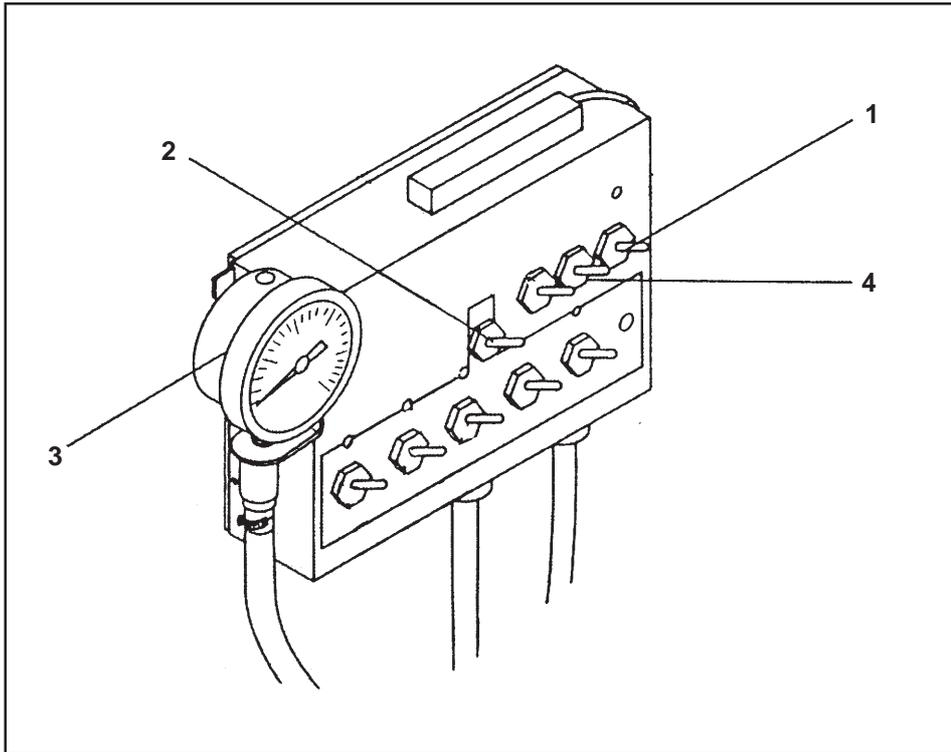
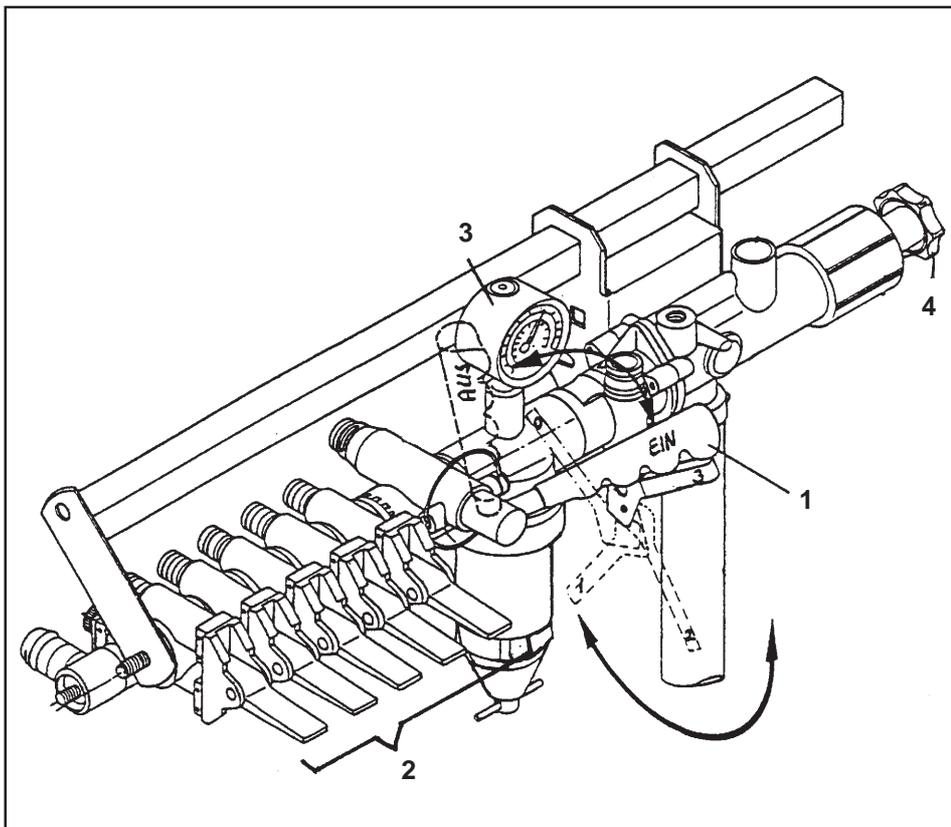

Рис. 6.5
Рис. 6.6
- Выключатель (рис. 6.5/1) электропитания на коробке переключений поставить в положение "I" ("включено"), (только на пультах "электрический, с дистанционным управлением и коробкой переключений").
- Закрывать центральный кран (рис. 6.6/1) и краны дозатора (рис. 6.6/2), **только на пультах управления с ручным управлением** или выключатель (рис. 6.6/2) центрально распылительной штанги установить в положение "0" (только для арматуры управления "электрическая, с дистанционным управлением и коробкой переключений").
- С помощью вращающейся ручки (рис. 6.6/4) или кнопок +/- (рис. 6.5/4) установить на датчике давления (рис. 6.5/3) величину, взятую из таблицы давлений.